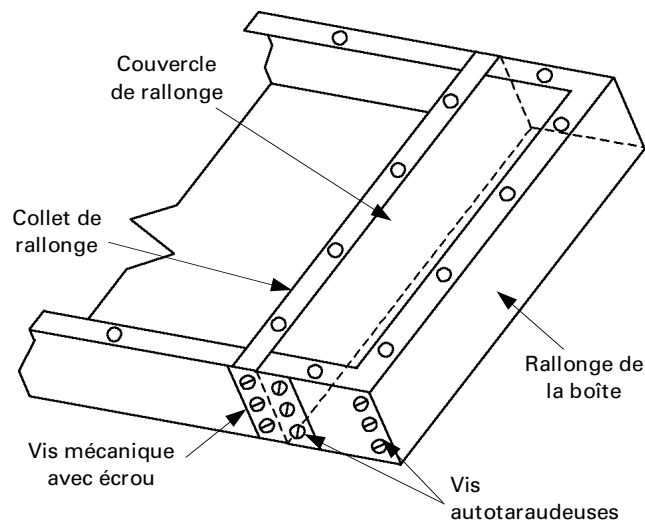

Figure 2. Rallonge de la boîte attachée au panneau.
3. Faire glisser le collet de rallonge sur la paroi et aligner les trous dans le collet, la paroi et la paroi d'extrémité, comme montré à la Figure 2.